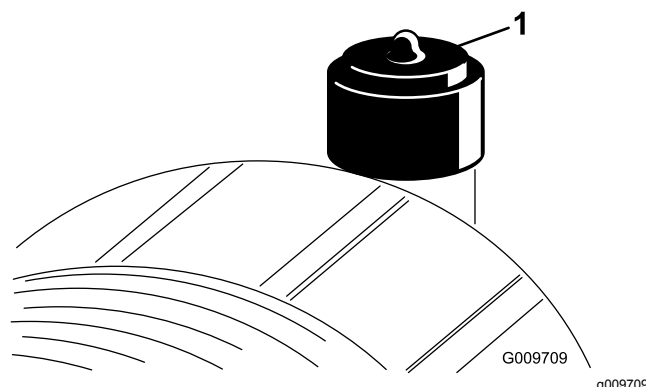

Рисунок 67
Обслуживание фильтра воздухоочистителя следует производить только тогда, когда этого требует индикатор обслуживания (Рисунок 67). Замена воздушного фильтра без необходимости ведет лишь к повышению вероятности попадания грязи в двигатель при извлечении фильтра.
2. Сбросьте индикатор (Рисунок 67), если он стал красным.